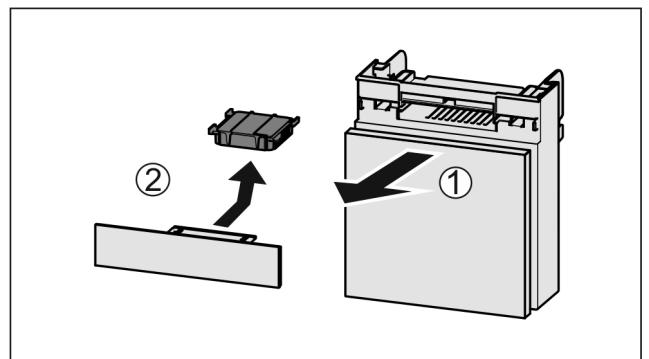

Fig. 102
- ▶ Lade vanaf de voorkant eruit trekken Fig. 102 (1).
- ▶ Actiefkoolfilter verwijderen Fig. 102 (2).